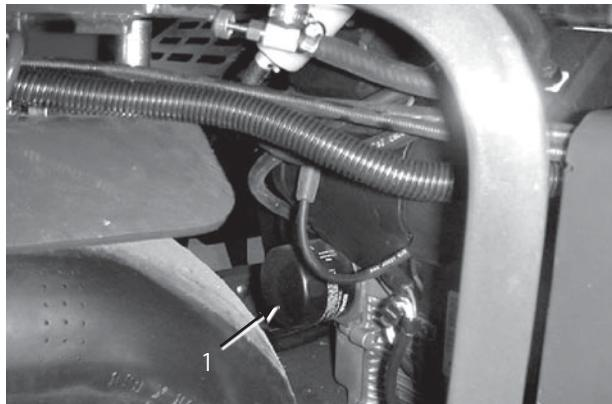

図46
3. ドレンの下にオイル受けを置く。ドレン・プラグを外してオイルを受ける (図46)。